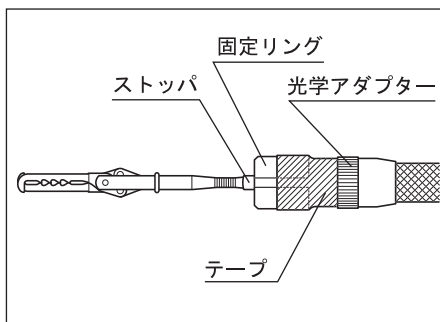

図 3.7
6. アリゲータユニットの先端側に付いている固定リング上のストッパが、スコープ先端部の光学アダプタに突き当たるまで挿入し、テープで固定リングと挿入部先端部を固定します。(図 3.7 参照)